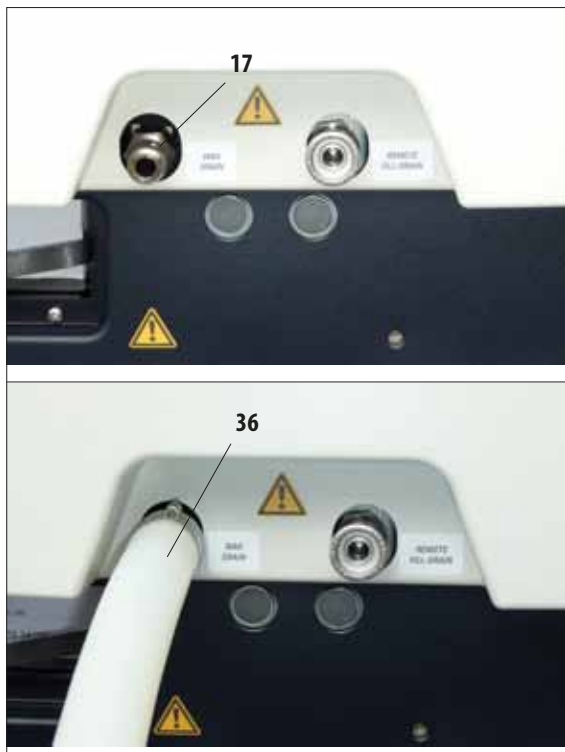

Рис. 55
- Наденьте шланг для слива парафина (36) на штуцер (17) выпуска парафина на передней стороне прибора (рис. 55) и выведите его в приёмную ёмкость.